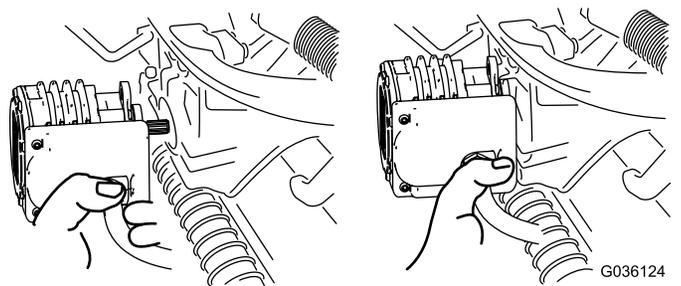

図 54
4. 外したモータは、サスペンションアームの前部にある一時保管位置にセットしておく **図 54**。